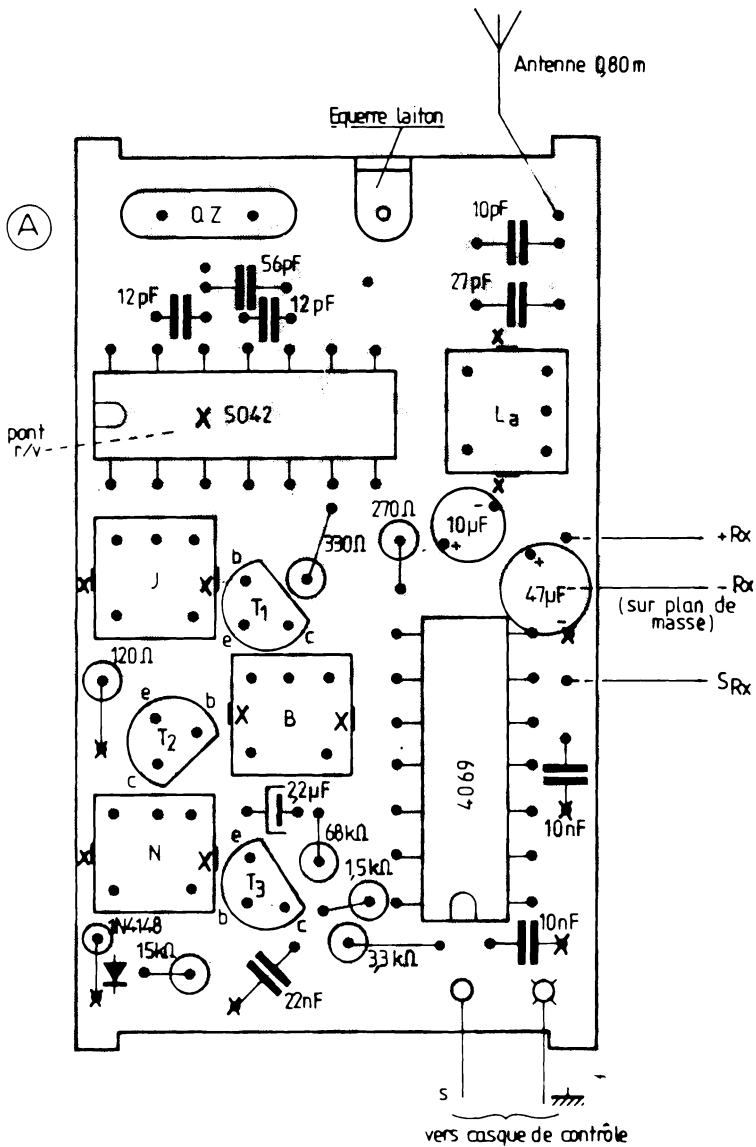

Fig. IV.8 — Pose des composants du récepteur.
c) Pose des composants (voir fig. IV.8 et photo IV.D)